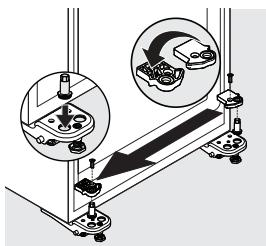

Figura 3
- Con un destornillador de cabeza Torx T20, retire el tornillo del tope de la puerta y retire el tope de la puerta (consulte la Figura 3).
- Usando una llave de cubo de 5/16 pulg., desatornille la clavija de la bisagra inferior (vea la Figura 3).
- Vuelva a instalar el pasador de la bisagra inferior en el orificio del lado izquierdo en la bisagra del lado izquierdo (consulte la Figura 3).
- Invierta el topo de la puerta. Vuelva a instalar el tope de la puerta en la parte superior de la bisagra inferior con el tornillo (consulte la Figura 3).